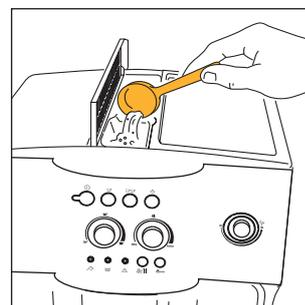

Fig. 19
2. Sollevare il coperchietto al centro, inserire nell'imbuto **un misurino** di caffè pre-macinato (fig. 19) e procedere poi come descritto nel paragrafo 5.